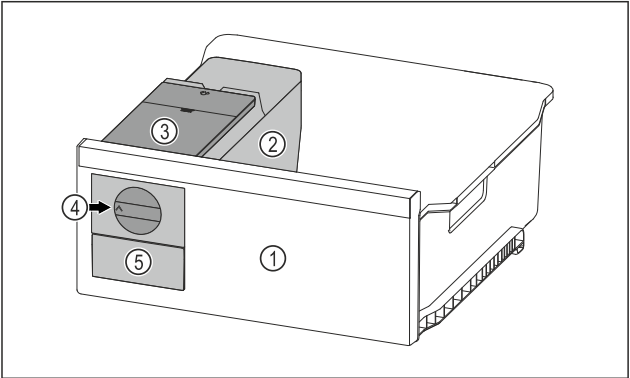

Fig. 127 例图
► 将旋钮 Fig. 127 (4) 顺时针转动到底。
► 冰块从方块冰盘落入冰块抽屉 Fig. 127 (5) 中。